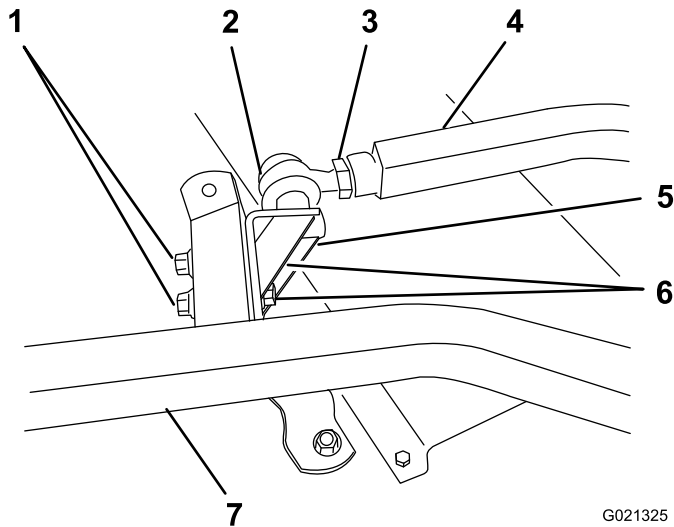

Bild 10
1. Entfernen Sie die zwei Kopfschrauben, Flachscheiben und Bundmutter, mit denen die linke Kugelgelenkhalterung am linken Laufradarm befestigt ist (Bild 10). Entfernen Sie die Kugelgelenkhalterung und die Kettenhalterung.